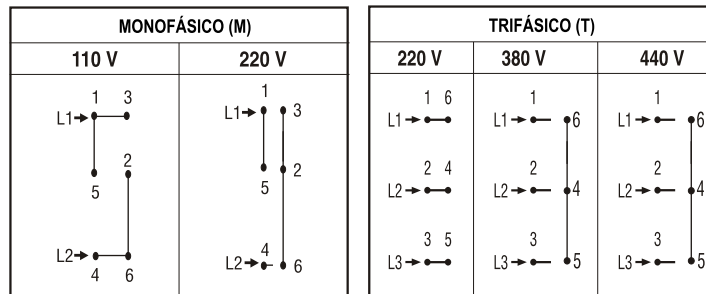

FIGURA 2 - ESQUEMA DE TROCA DE TENSÃO (V).
5.3 Para produtos montados de fábrica, conecte os cabos do motor conforme indicado na plaqueta de identificação dos mesmos (Veja figura 2 - pág. 9) para a correspondente tensão e frequência da rede elétrica.